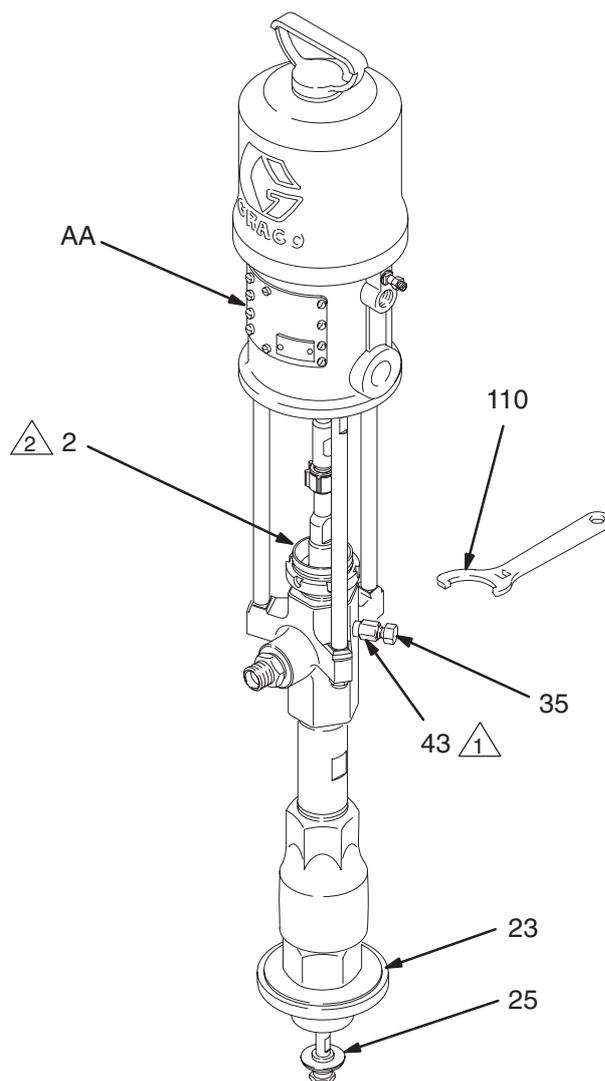

Fig. 3
Vedere la Fig. 3. Quando la pompa è in funzione, il pistone di adescamento (25) ed il pistone del motore pneumatico (che si trova dietro alle piastre del motore, AA) si spostano.